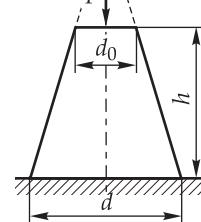

Рис. 2.6
**2.17.** Опору у вигляді зрізаного конуса, що має висоту  $h$  і діаметри основ  $d_0$  і  $d$ , навантажено силою  $F$  (рис. 2.6). Наскільки зменшиться висота  $h$  від дії навантаження?